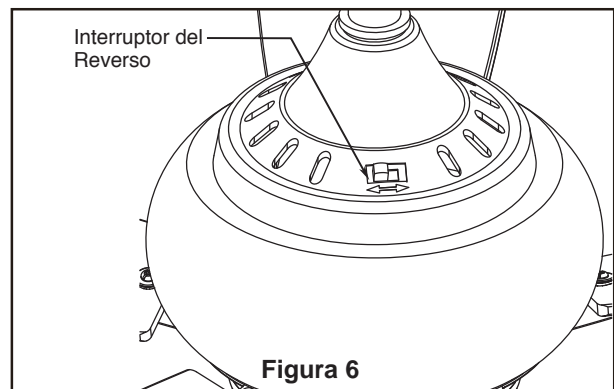

Figura 6
6. Instale el cristal en el kit de iluminación girándolo en el sentido de las agujas del reloj. No lo apriete demasiado. (Figura 6)
6. Si desea que el flujo de aire se desplace en la dirección opuesta, apague el ventilador y espere a que las aspas se detengan. Luego deslice el conmutador inversor a la posición contraria y vuelva a encender el ventilador. (Figura 6)